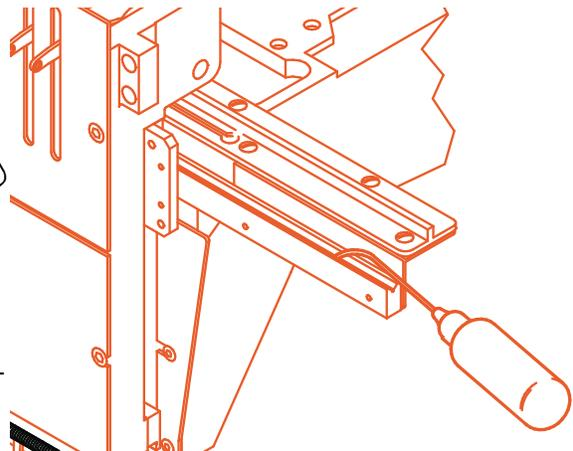

Figura 5-7
- La figura 5-7 muestra la pista del cojinete después de que se hayan retirado los paneles. Inserte la aceitera por el orificio con el buje rojo para acceder a esta pista.